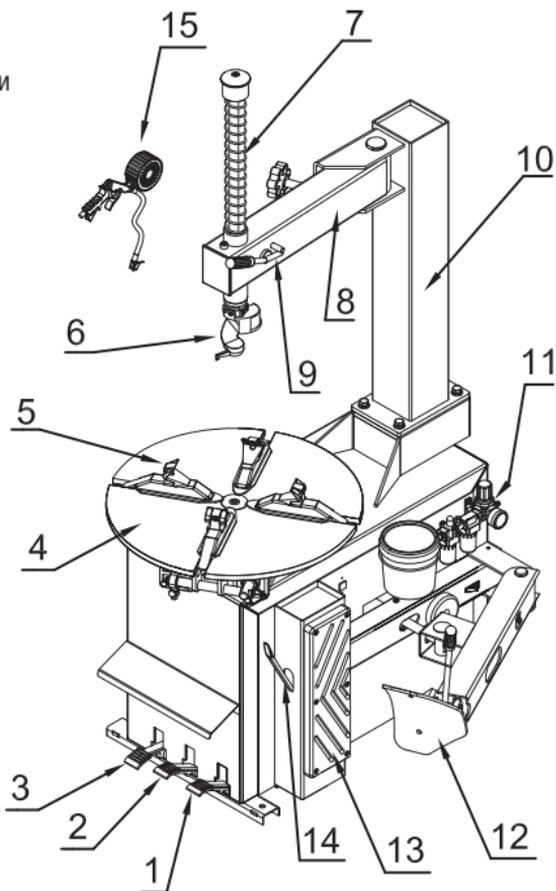

Рисунок 2 - Общий вид шиномонтажного станда
2. Нажмите педаль вращения стола (3, рис. 2). Монтажный стол должен вращаться по часовой стрелке. Поднимите педаль. Стол должен вращаться против часовой стрелки.
3. Нажмите педаль отжима покрышки (1, рис. 2) до срабатывания лопаты отжима. При отпускании педали она должна вернуться в исходное положение.
4. Нажмите педаль зажима кулачков (2, рис. 2) для разведения кулачков. При повторном нажатии на педаль кулачки сходятся.
5. Нажмите на спусковой крючок на пистолете накачки для выпуска воздуха из наконечника (15, рис. 2).
2. Установите колесо на монтажный стол (4, рис. 2).
- Поместите четыре кулачка (5, рис. 2) в положение, отмеченное маркировкой на столике, выжимая до половины вниз педаль зажима (2, рис. 2).
4. Опустите штангу (7, рис. 2), пока монтажная головка (6, рис. 2) не окажется рядом с ободом над колесом. При помощи блокировки зафиксируйте положение штанги.
6. Поднимите закраину покрышки на носик монтажной головки. Для этого вставьте монтажную лопатку между закраиной шины и носиком монтажной головки, затем приподнимите педаль вращения стола (3, рис. 2).
7. Удерживая монтажную лопатку (14, рис. 2) в нужном положении, вращайте стол по часовой стрелке, полностью выжав педаль вращения стола. Продолжайте, пока шина полностью не отделится от обода.
3. Зафиксируйте обод колеса при помощи внутренних частей кулачков (5, рис. 2).
Замечание: Если вы работаете с ободами одного и того же размера, нет необходимости постоянно фиксировать и освобождать штангу. Вместо этого сдвиньте в сторону консоль (8, рис. 2) с зафиксированной штангой (7, рис. 2).
1. Чтобы накачать шину, вставьте наконечник пистолета для накачки (15 рис. 2) в сосок шины при положении запирающего рычажка «UP» («вверх»). Убедитесь, что сопло плотно обхватывает сосок.